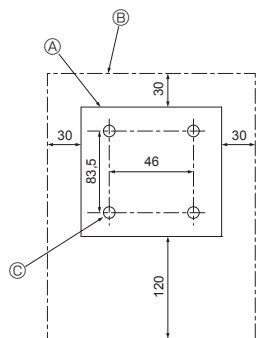

Fig. 7-6
- 1) Επιλέξτε το σημείο τοποθέτησης του τηλεχειριστηρίου. (Fig. 7-6)